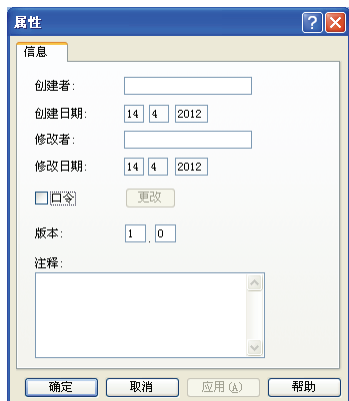
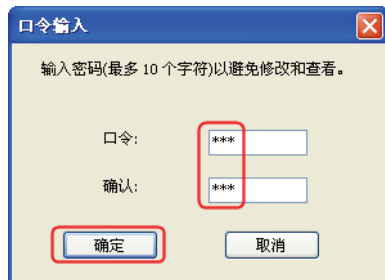

图 9-9 属性
图 9-10 编写代码
4) 插入与函数相关的附加信息，并加密。单击菜单栏的“编辑”→“信息”，弹出如图 9-9 所示的对话框，勾选“口令”选项，弹出如图 9-10 所示的对话框，在“口令”和“确认”中输入相同的密码（本例中输入的是“123”），单击“确定”按钮，回到图 9-9 所示的对话框，再单击“确定”按钮即可。